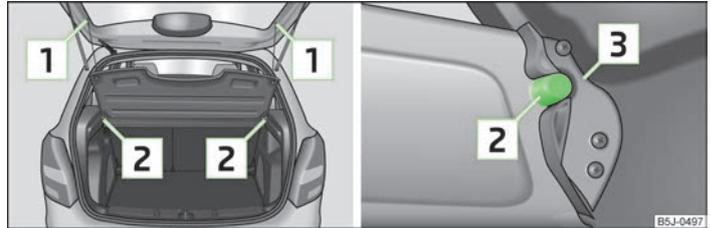

Abb. 47 Gepäckraumabdeckung ausbauen
- Die Haltebänder  » Abb. 47 aushängen.
- Die Aufnahmen an der Abdeckung  » Abb. 47 über die Halterungen  an der Seitenverkleidung stellen.
- Die Aufnahmen der Abdeckung [3] » Abb. 47 müssen in den Halterungen der Seitenverkleidung [2] eingerastet sein.